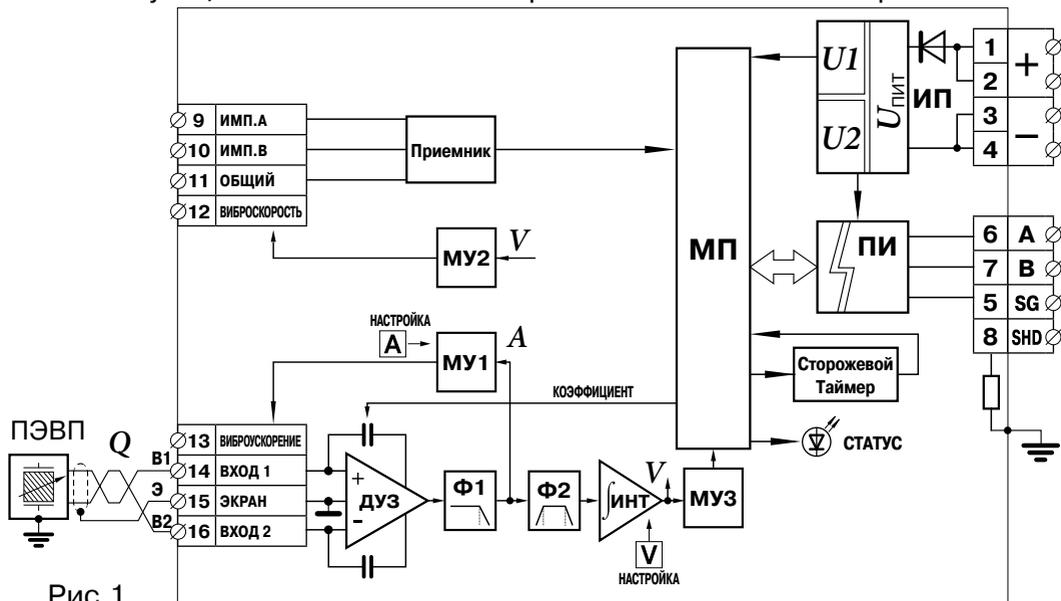

Рис. 1.
3.3. Функциональная схема измерительного канала – см. рис. 1.